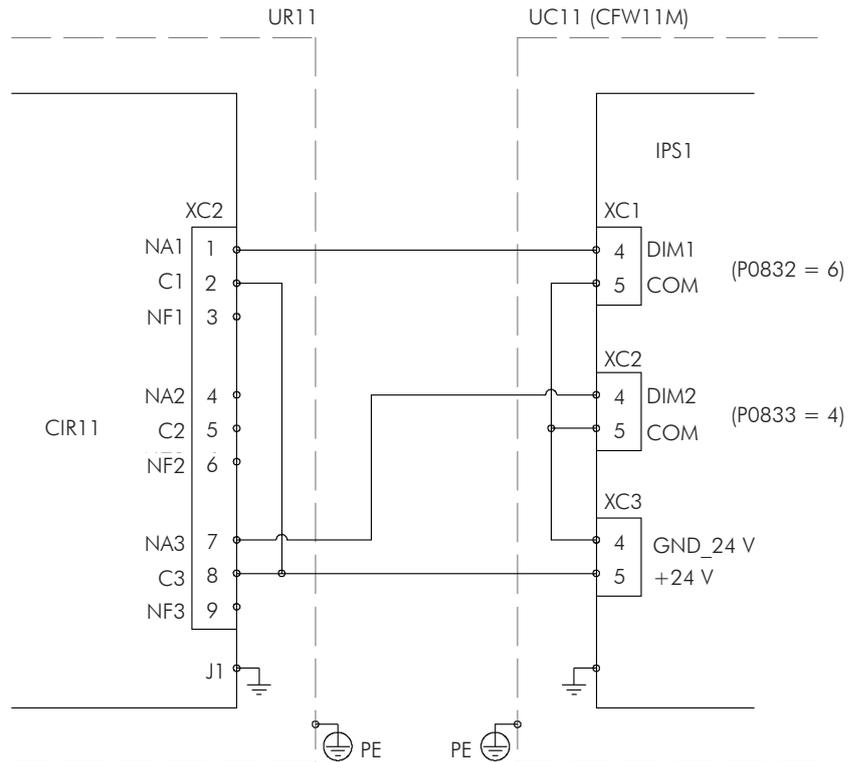

**Figura 3.21 - Conexión del blindaje**
- ☑ Si necesario, utilice cables blindados en la alimentación 24 Vcc externa de la tarjeta CIR11. La correcta conexión del blindaje de los cables es presentada en la Figura 3.21 en la página 3-20.